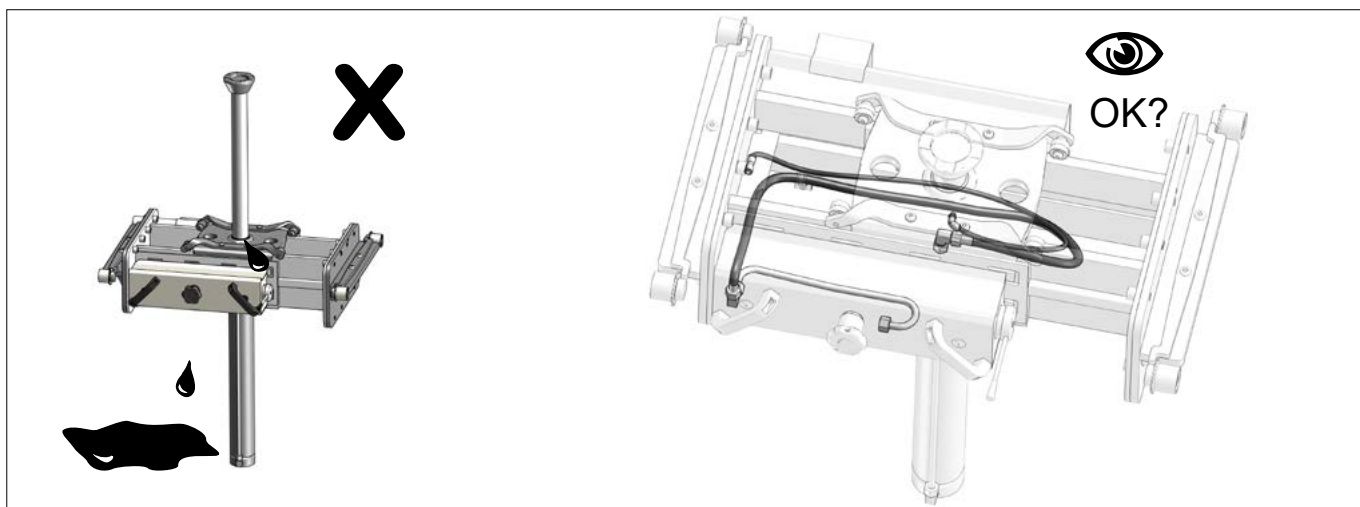

Fig.48
- Slang, cylinder og pumpe for utætheder (Fig.48)
- Hoses, cylinder and pump unit for leaks (Fig.48)
- Dichtigkeit von Schläuchen, Zylinder und Pumpe (Fig.48)
- Flexibles, cylindre et pompe pour les fuites (Fig.48)
- Slangar, eventuellt läckage från cylinder och pumpenhet (Fig.48)
- Letkut, sylinterin ja pumpun vuodot (Fig.48)
- Slangen, cilinder en pompeenheid op lekken (Fig.48)
- Fugas en la unidad de la bomba, el cilindro y las mangueras (Fig.48)
- На предмет герметичности шлангов, цилиндра и насосного агрегата (Fig.48)
- Perdite dei tubi, dei cilindri e dell'unità di pompaggio (Fig.48)